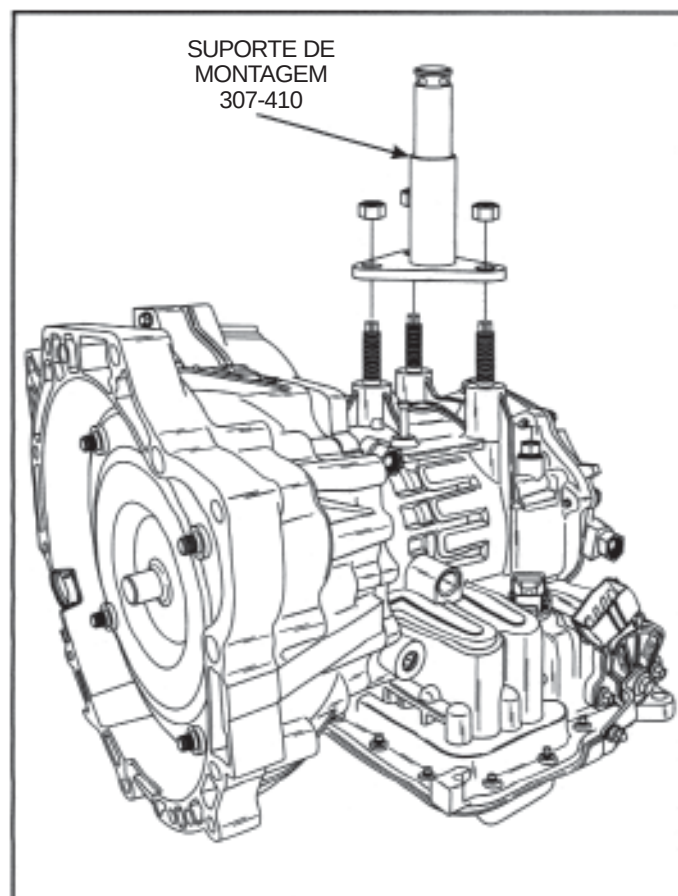

Figura 194
9. Remova a transmissão da bancada e retire o suporte de montagem da transmissão, conforme ilustrado na Figura 194.